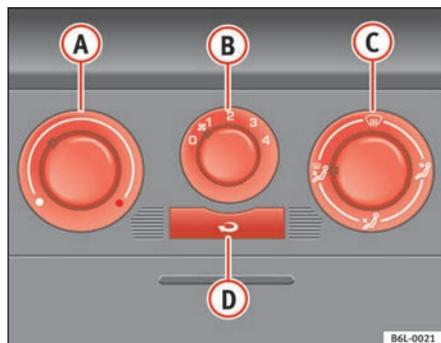

Fig. 92 Sur le tableau de bord : éléments de commande du chauffage
- Tournez le régulateur de température ⇒ fig. 92 **A** vers la gauche.
- Tournez le régulateur de température ⇒ fig. 92 **A** vers la droite pour sélectionner la puissance calorifique souhaitée.
- Tournez le régulateur de température ⇒ fig. 92 **A** vers la droite jusqu'au niveau maximal de puissance calorifique.
- Tournez le régulateur de température ⇒ page 128, fig. 92 **A** vers la zone de chauffage.